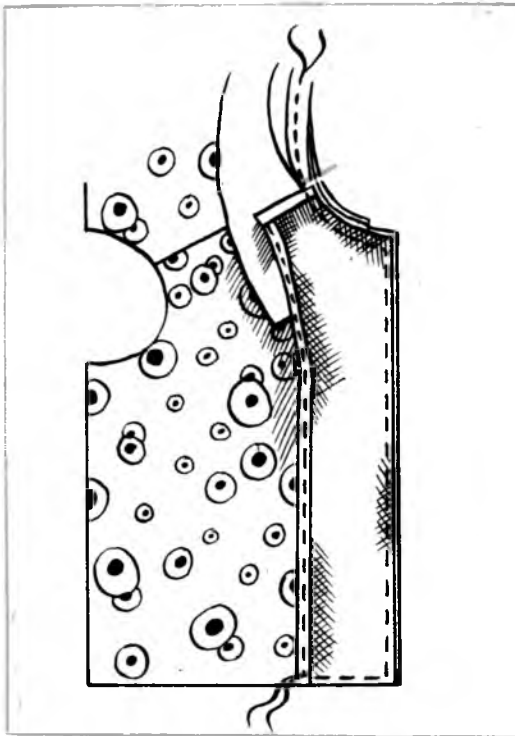

Рис. 62.
- воротник втачать в один прием, одновременно втачивая уступ борта (строчка прокладывается со стороны подборта) (рис. 62):